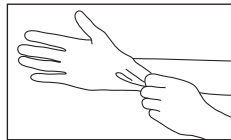

Fig. 7
- 1) Portez toujours des gants, un masque et des lunettes de protection pour des raisons de sécurité et pour réduire le risque d'infection. (Fig. 7)